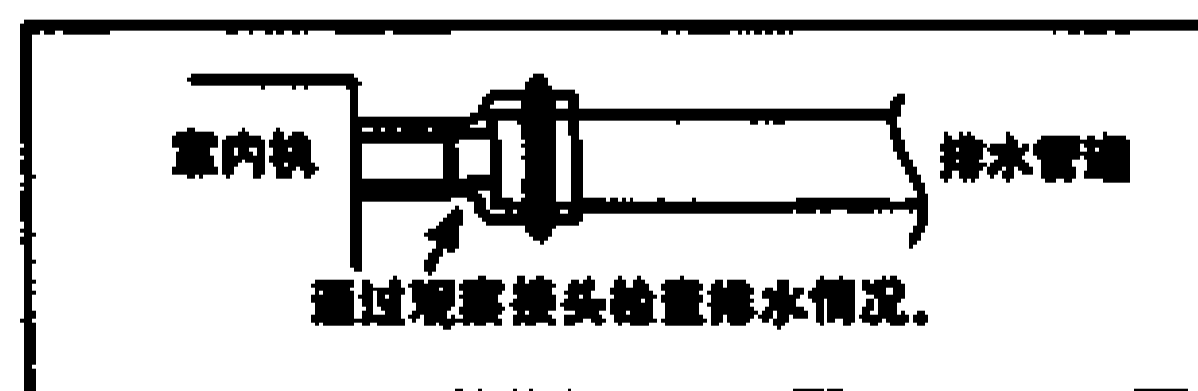

图 5-2-16
- 3) 拆下排水盘底部的放水塞，使排水管道排空。如图 5-2-16 所示。